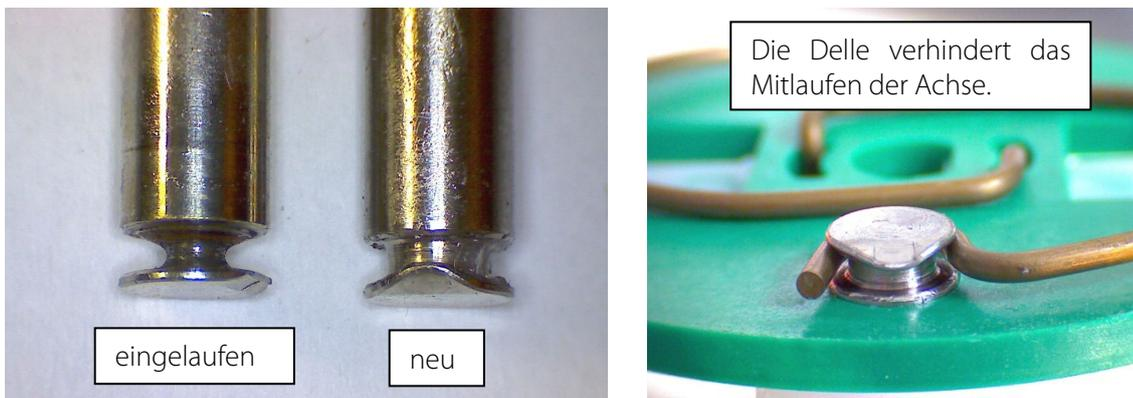

Abbildung 13 Überprüfung der Achsen der Andruckrollen
3. Pumpenkopf ② von der Motorwelle ziehen.
5. Das Entfernen der Federn (4 Stück) ③ vom Rollenträger ist ohne Zuhilfenahme von Werkzeugen einfach möglich. Hierzu Feder aus der Nut ④ neben der Wellenbohrung herausziehen.
6. Die Rollenachsen demontieren und die Rollen wechseln. Darauf achten, dass die Andruckfeder nicht in die Achse eingelaufen ist und die Einpressung (Delle) an der Achsenstirnseite beschädigt hat. Bei Abnutzung muss die Achse gewechselt werden (siehe Abbildung 13).
7. Sicherstellen, dass die Kunststoffrollen leicht auf der Achse rollen. Nach dem Wiedereinbau der Achse mit Rolle in den Rollenträger muss die Feder wie in Abbildung 13 gezeigt, montiert sein. Bitte auf richtige Ausrichtung der Einkerbung (Delle) achten.